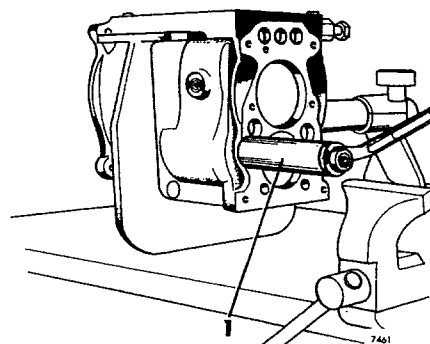

Fig 07-13. Demontering av backaxel
16. Dra ut bakaxeln, se fig 07-13. Lyft upp backdrevet.